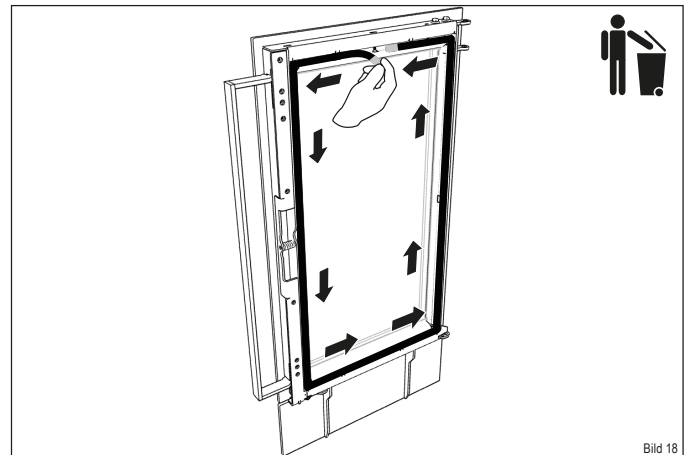

Bild 18
- ▶ Ziehen Sie die alte Dichtung an einem der Endstücke aus der Führung heraus und entsorgen diese im Abfall (Bild 18).